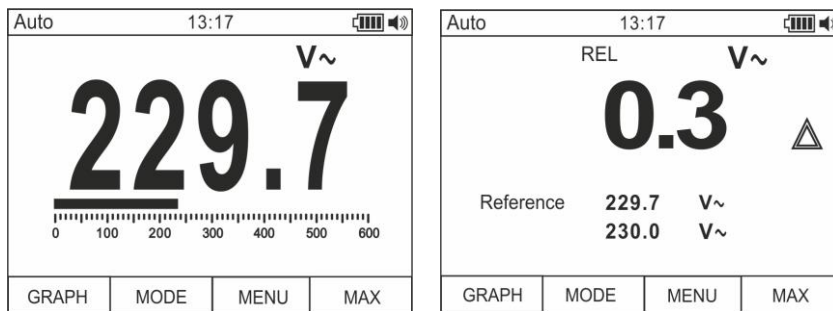

Fig. 5: Medição Relativa
1. Premir durante algum tempo o botão **HOLD/REL** para entrar na medição Relativa (ver Fig. 5 – parte direita). A mensagem “REL” e o símbolo “ Δ ” aparecem no display.